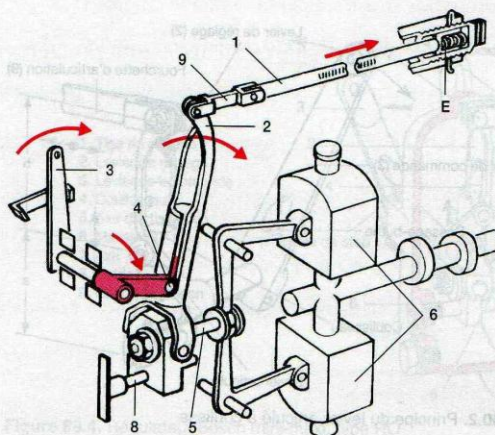
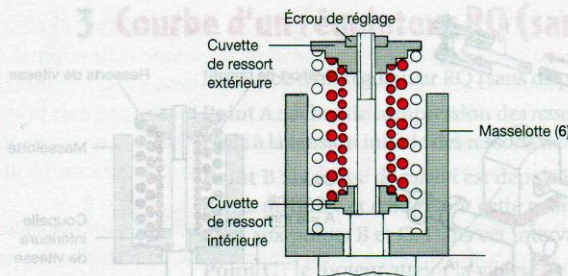

Figure 90.4. Mise en marche du moteur
Figure 90.5. Masses en position de repos
Il faut placer la tige de réglage (1) en position de démarrage (fig. 90.4). Les masses (6) étant au repos (fig. 90.5), il faut manœuvrer le levier de commande extérieur (3) vers la position maxi. Le coulisseau (4) descend alors en basculant le levier (2) vers le débit maxi.